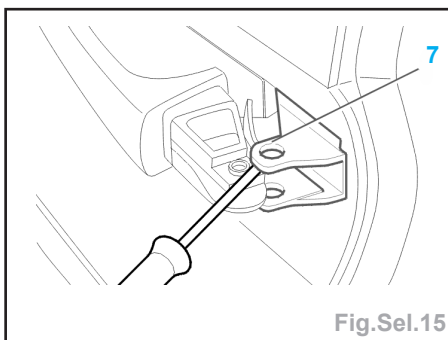

Fig.Sel.15
- Dégraffer la poignée de son support (7) à l'extérieur (Fig.Sel.15).